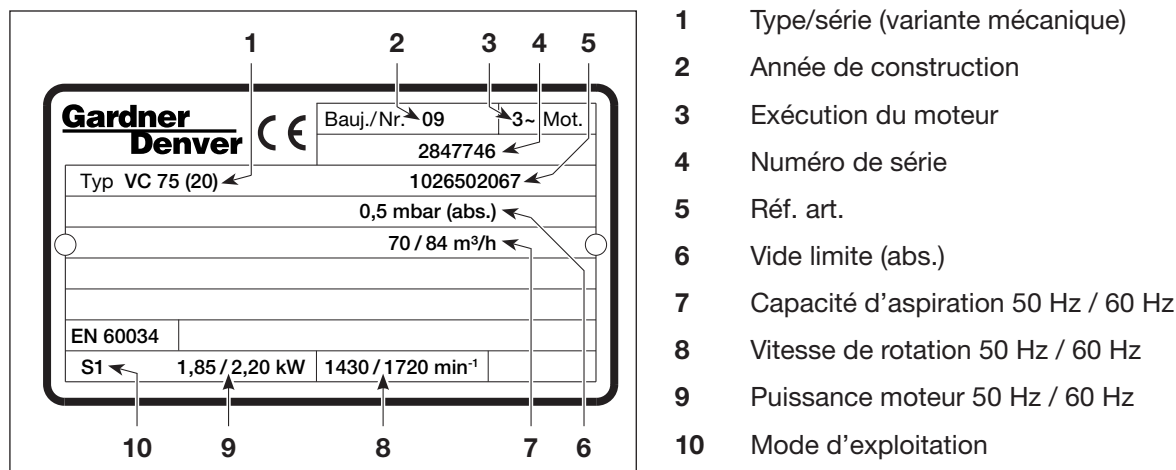

Fig. 2 Etiquette caractéristique (exemple)
L'ouverture d'évacuation (fig. 2/B) ne doit être ni fermée ni rétrécie.
- a) Les données électriques du moteur sont indiquées sur l'étiquette caractéristique (fig. 2/N). Les moteurs sont conformes à la norme DIN EN 60034 et ils sont exécutés dans la classe de protection IP 55 et la classe d'isolation F. Le schéma de raccordement se trouve dans la boîte à bornes du moteur (ceci ne concerne pas les exécutions avec prise). Vérifier que les données électriques du moteur sont bien compatibles avec le réseau (type de courant, tension, fréquence, intensité admissible).
En fonctionnement normal, les températures de surface pour les éléments (fig. 2/Q) peuvent dépasser les 70°C.